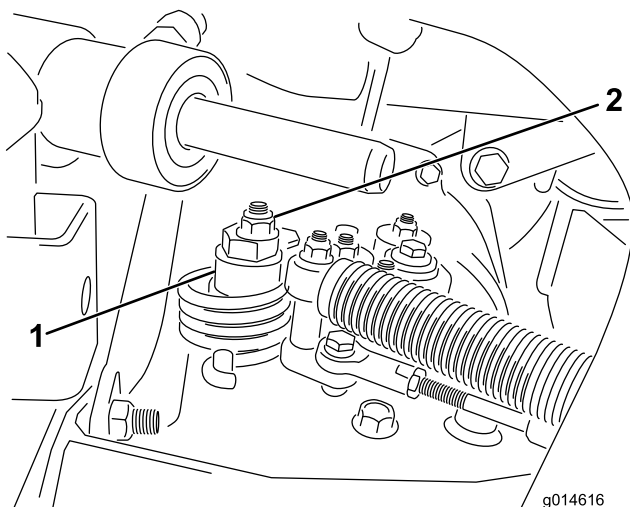

Figura 48
- A. Allentate il dado che fissa l'eccentrico alla parte superiore dell'igrostatato (Figura 48).
- C. Fate girare l'eccentrico finché non riscontrate movimenti in alcuna direzione. Quando la ruota cessa di girare, serrate il dado di bloccaggio dell'eccentrico per mantenere la messa a punto (Figura 48). Verificate la regolazione portando l'acceleratore in posizione Slow e Fast.